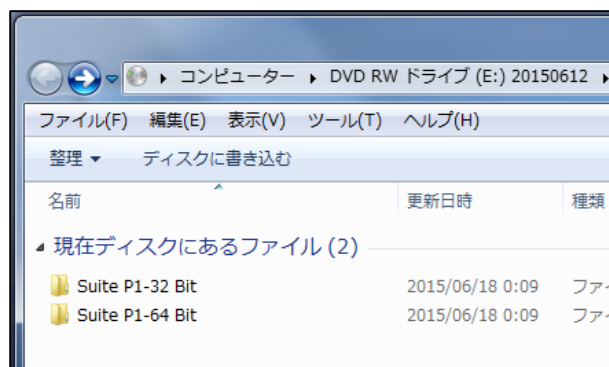

図 5 ビット数の選択
- ③ インストールする PC の 32bit 仕様か、64bit 仕様かを事前に確認してください。
- ④ Sandhill Suite インストール CD を挿入し、インストールする PC のビット数に対応するファイルをクリックしてください (図 5)。